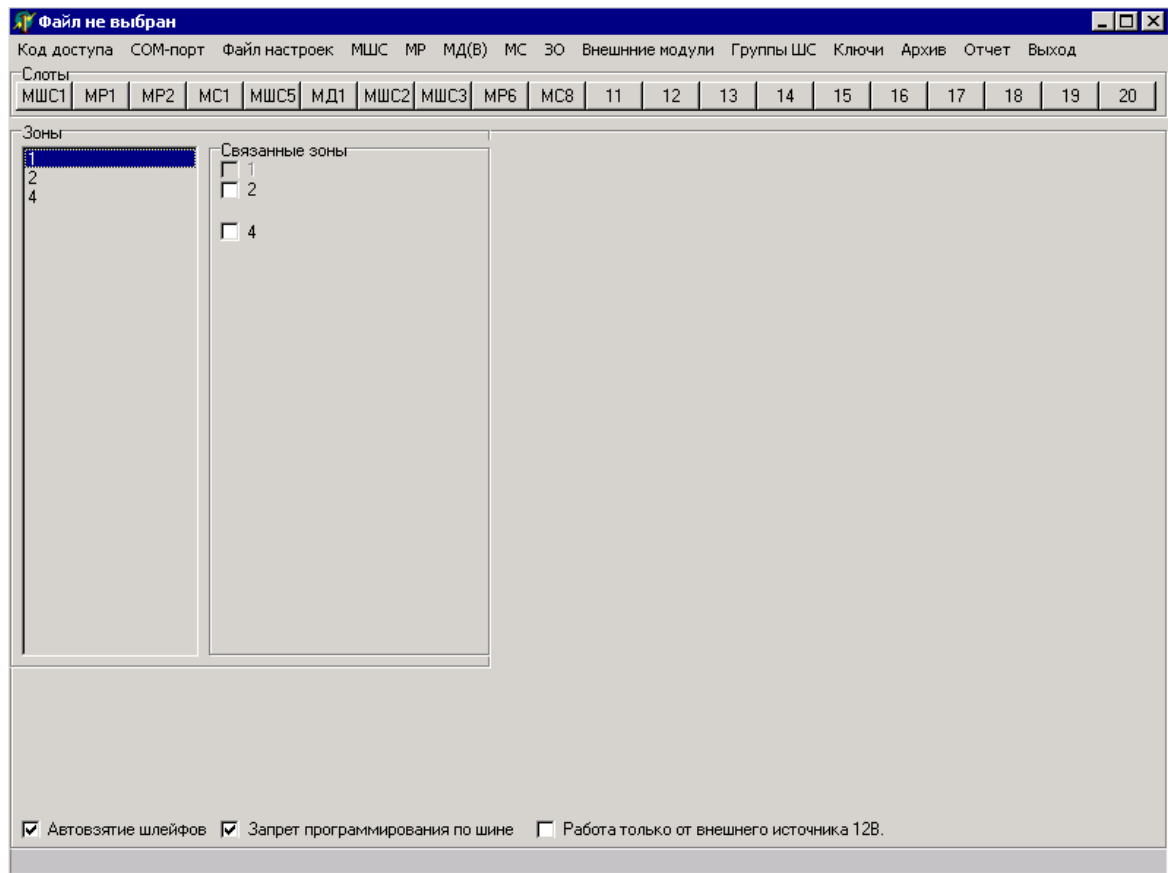

Рисунок 21
2.1.5.9 Для исключения зоны из списка проходных необходимо, переключив на нее фокус на панели «Зоны», убрать значки «√» рядом со связанными ранее с ней зонами в списке «Связанные зоны» (рисунок 21):